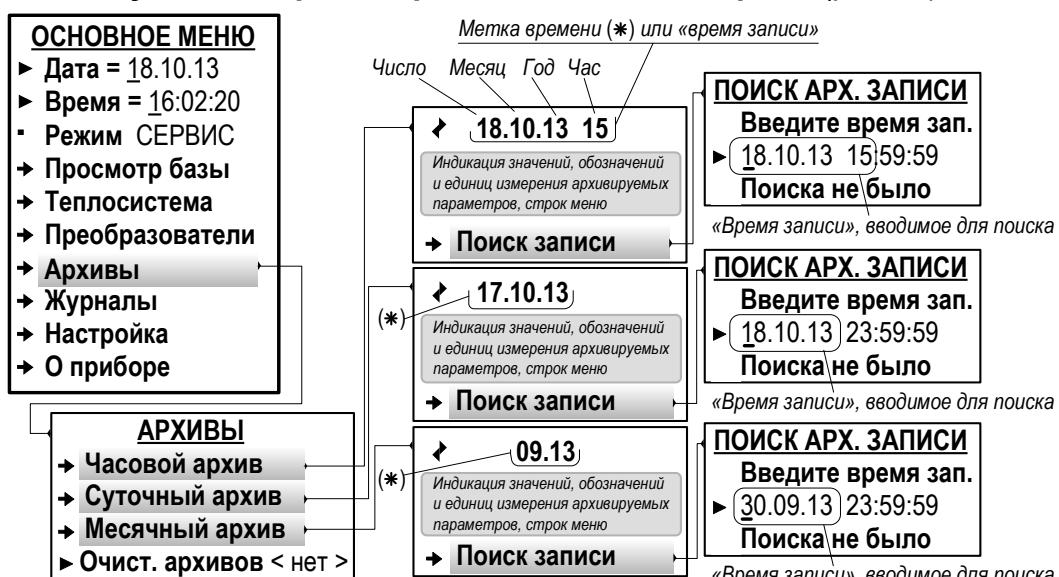

Рис.43. Вид меню «Архивы» (режим СЕРВИС).
7.9.2.5. Просмотр значений архивируемых параметров возможен в режимах РАБОТА и СЕРВИС в меню **Архивы / Часовой архив, Архивы / Суточный архив, Архивы / Месячный архив** (рис.43).
7.9.2.7. Для удобства работы с архивами в ТВ предусмотрена функция **Поиск записи** (рис.43). «Время записи», необходимое для начала поиска, вводятся в окне индикации **ПОИСК АРХ. ЗАПИСИ**. В зависимости от вида просматриваемого архива параметру **Ведите время зап.** (Ведите время записи) необходимо назначить: